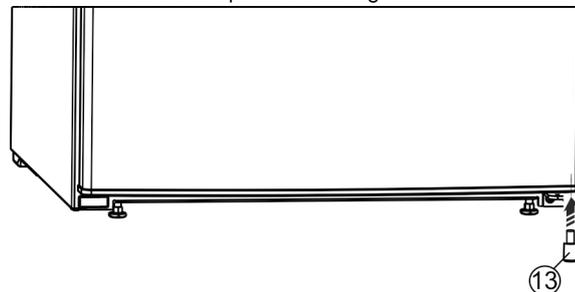

Fig. 27*
- ▶ Replacer la butée Fig. 27 (13) en bas à droite sur la porte, car elle joue un rôle important pour la stabilité de l'appareil.*